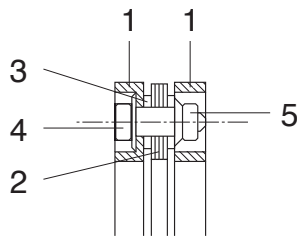
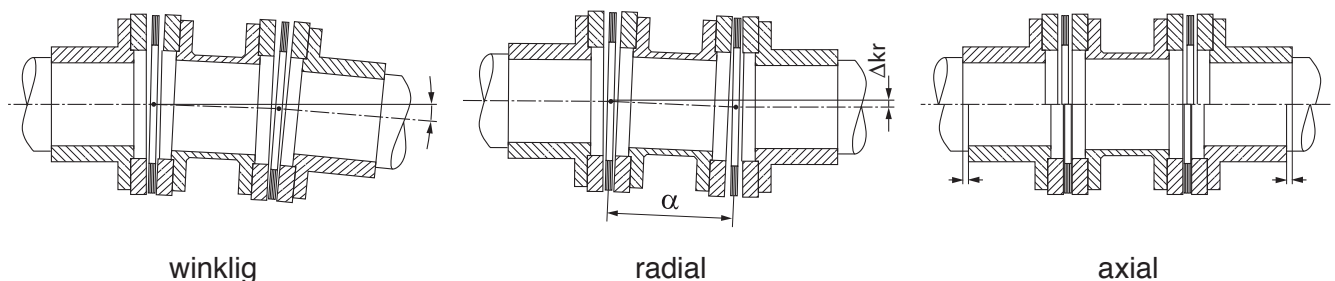

Bild 1
Bild 3
Eine Lamellenkupplung (Bild 1) wird einbaufertig, teilweise versehen mit Arretierbrücken, ausgeliefert. Die Arretierbrücken dienen für den Einbau der Lamellenkupplung in vorgespannter Position. Eine Lamellenkupplung kompensiert axialen und winkligen Versatz. (Bild 3)
Diese Wellenkupplungen kompensieren axialen, winkligen und radialen Versatz. (Bild 3)
- Den Lieferzustand der Kupplung, insbesondere der Lamellenkupplungen, nicht verändern und die beigelegten Schrauben, Muttern und Unterlegscheiben nur gemäß der Zeichnung verwenden. Nur Teile unseres Lieferumfanges einbauen und nur für den angegebenen Betriebszweck verwenden. Lamellenkupplungen dürfen nicht zerlegt werden! (Bild 1)